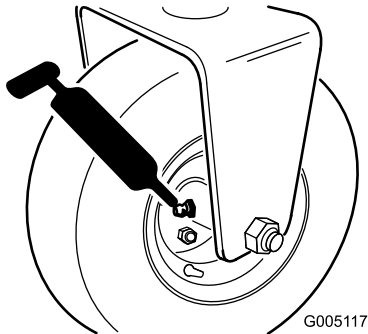

Figura 39
- Conjunto do hub do cilindro traseiro ou, se instalado com um kit de tracção às 3 rodas, engates da roda traseira e biela esférica externa (1) (Figura 39)